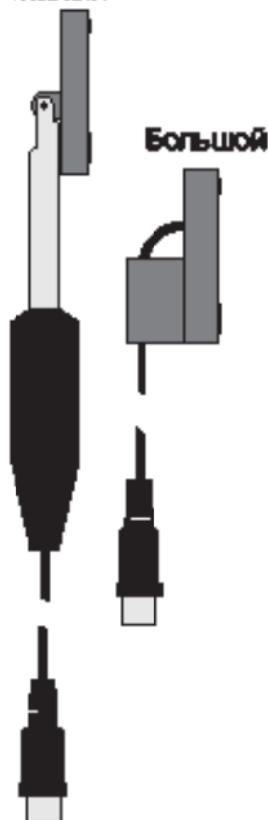

Рис. 4.1
### 4.1 Конструкция индикатора (рис. 4.1, 4.2)
- 2) присоединить блок питания к индикатору (см. рис. 4.1);
7.1.1 Исходя из ширины шлица паза, выбрать соответствующий индукционный датчик и присоединить его к индикатору (см. рис. 4.1, 4.2).
7.3.1 Подключить к индикатору соединительные провода (см. рис. 4.1, 4.2).